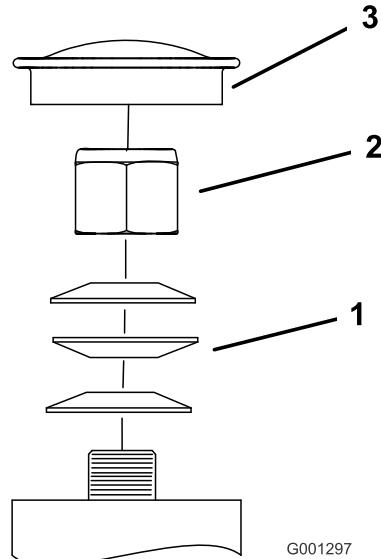

Figure 45
3. Retirez le capuchon anti-poussière de la roue pivotante et serrez le contre-écrou (Figure 45).
4. Continuez de serrer le contre-écrou jusqu'à ce que les rondelles élastiques soient aplaties, puis desserrez-le de 1/4 de tour pour obtenir la précharge correcte des roulements (Figure 45).
**Important:** Veillez à placer les rondelles comme illustré (Figure 45).
5. Remettez le capuchon anti-poussière en place (Figure 45).